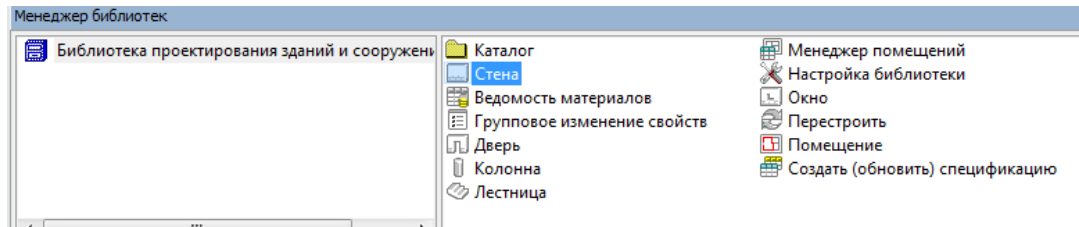

Рисунок 1.2.7. Команда Стена в библиотеке АС\АР
4. Выберите команду *Стена* Рис. 1.2.7.